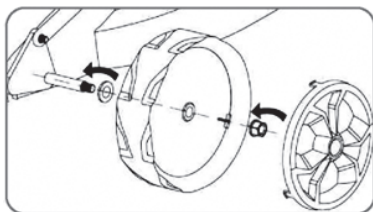

Рисунок 3. Схема встановлення транспортувальних коліс.
6. Встановити на передню та задню осі корпусу газонакосарки передні й задні колеса, зафіксувати колеса на осях за допомогою кріпильних виробів з комплекту виробу та закрити декоративними ковпаками (рис. 3). Переко-